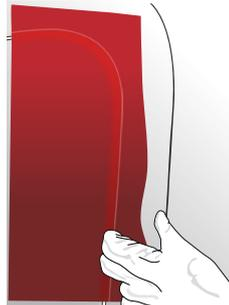

Abbildung 16
- › Die gespannte Folie ist auf dem erhabenen Randbereich des Untergrunds abzulegen. Die Folie anschließend mit dem Finger auf dem Relief anbringen. (Abb. 16)